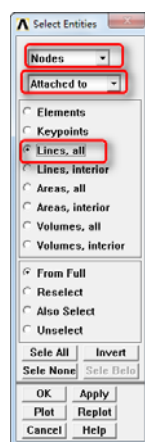

图 7-51 “Select Entities”对话框
④依次选择 Utility Menu→Select→Entities，会弹出“Select Entities”对话框。在第一个下拉框中选择“Nodes”，在第二个下拉框中选择“Attached to”，在第三个单选框中选择“Lines, all”，如图 7-51 所示，单击“OK”按钮关闭该对话框。
⑦依次选择 Utility Menu→Select→Entities，会弹出“Select Entities”对话框。在第一个下拉框中选择“Nodes”，在第二个下拉框中选择“Attached to”，在第三个单选框中选择“Lines, all”，如图 7-51 所示，单击“OK”按钮关闭该对话框。